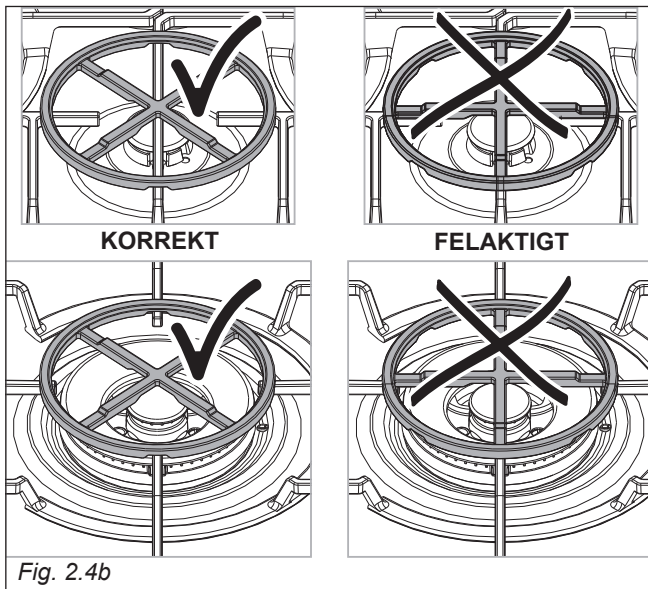

Fig. 2.4b
**VIKTIGT:** För att undvika skada på gashällen, ska gallret placeras korrekt enligt fig. 2.4b, 2.4c).